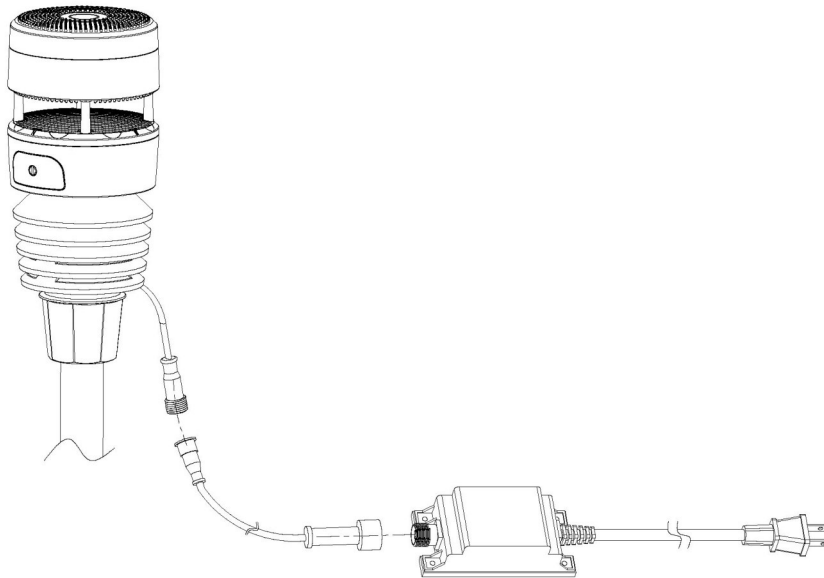

Abbildung 6: Heizadapter (nicht im Lieferumfang enthalten)
4. Um im Winter die Bildung von Eis auf der Reflexionsfläche zu verhindern, schließen Sie das optionale Verlängerungskabel an einen 12 V/1,0 A Außenstromadapter an (siehe Abbildung 6).